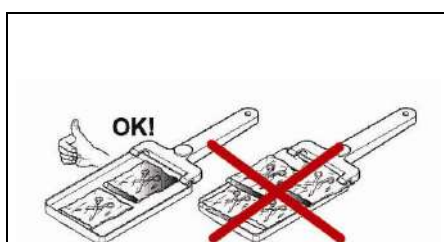

Fig. A3-1
- Se si sterilizzano strumenti imbustati, non bisogna sovrapporre le buste sui vassoi (Fig. A3-1).